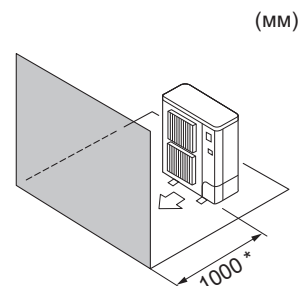

Fig. 2-5
- ④ Кедергілер тек алдыңғы жағында (Fig. 2-5)